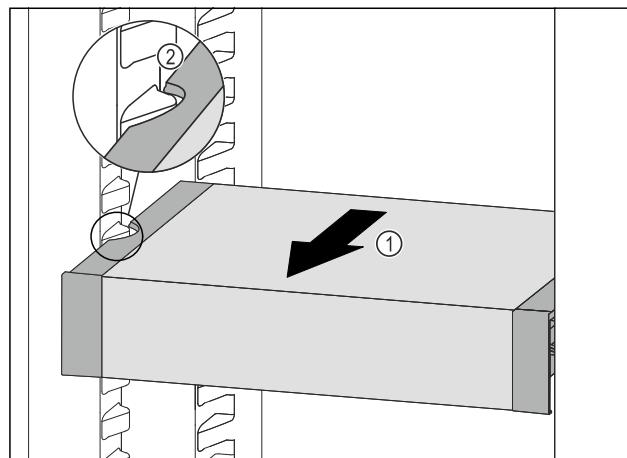

Fig. 142
- Потягнути VarioSafe вперед Fig. 142 (1), поки бокові заглиблена VarioSafe не опиняться на рівні ребра для ємності в охолоджувальному відділенні. Fig. 142 (2)